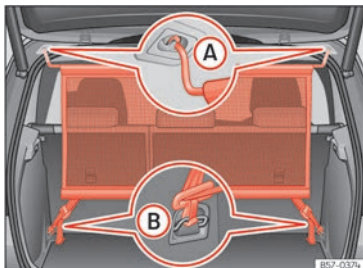

Abb. 173 Netztrennwand eingebaut.
- Netztrennwand in der linken Aufnahme am Dach >>> **(Abb. 173) A** einhängen. Darauf achten, dass die Querstange über die obere Position hinaus nach unten gezogen wird.
- Netztrennwand in der rechten Aufnahme am Dach durch Zusammendrücken der Querstange >>> **(Abb. 173) A** einhängen.
- Beide Haltehaken der Netztrennwand in die vorderen Verzurrrösen im Gepäckraum >>> **(Abb. 173) B** einhängen und die Gurte fest spannen.